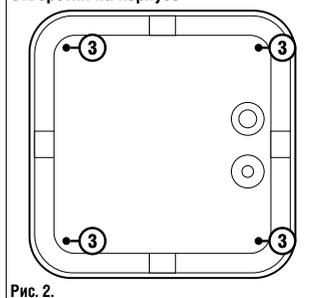

Рис. 2.
- Наметьте место будущей установки светильника и просверлите 4 отверстия. Расположение монтажных отверстий (3) обозначено на Рис. 2.
- Установите гермовводы (в комплекте) в отверстия (4) и (7). Протяните кабель через гермоввод (4).
- Зачистите контакты сетевого кабеля и подключите провода к клеммной колодке (5). Клемма L2 предназначена для реализации вкл/выкл светильника. Зафиксируйте кабель при помощи двух винтов (6).
- Зафиксируйте крышку со светодиодным модулем (2) при помощи винта (1) и установите плафон, зафиксировав его клипсами, установленными на корпусе.